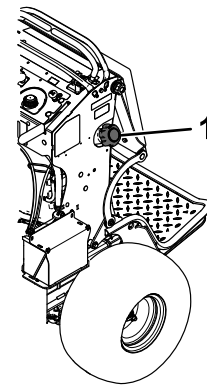

Figura 57
3. Limpie alrededor del tapón del depósito de combustible para evitar que entre suciedad en el depósito (Figura 57).